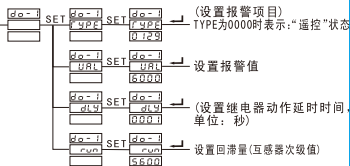

图7
例如：右图7所示：
5.1 编程设置步骤（见图7）
开关量设置参数D0i也可以通过键盘的按键编程设置实现。在编程操作中，D01菜单项目中参数值就是对应的D0i相关参数(见表8)。见图7报警设置：D0-1表明设置的项目为开关输出模块1；0129为所选择的报警电量项目为Ua高报警。6000为报警值，当 $U_a > 6000$ ($U_a > 600V$)的时候，D01输出报警信号，即：继电器导通。